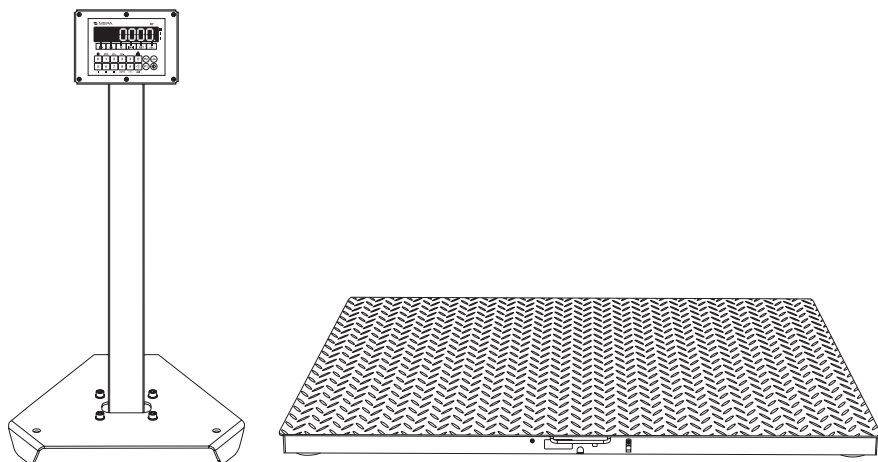

Рисунок 1 – Весы МЕРА-ВТП-П-4. Состав весов
3.1. Весы состоят из весоизмерительной платформы, индикатора, размещенного на отдельной стойке (рисунок 1) или устанавливаемого на любой горизонтальной поверхности.